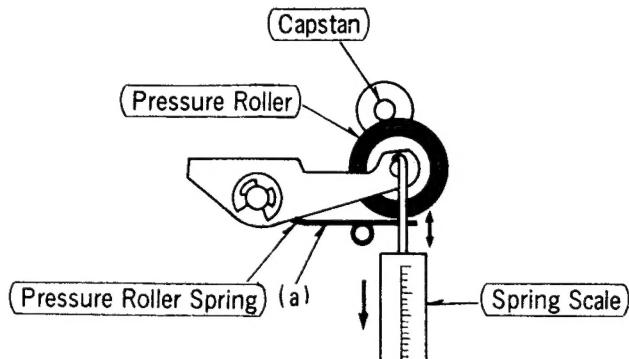

Fig. 4
2. Hook a spring scale as shown in fig. 4 and pull it in the direction of arrow.
2. Crochez un peson comme l'indique la figure 4 et tirez-le dans la direction de la flèche.
2. Haken Sie eine Federwaage, wie in der Abbildung 4 angegeben, ein, und ziehen Sie in Richtung des Pfeils.